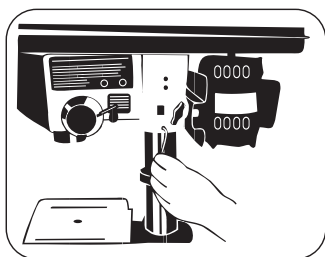

FIGURA 8.5
- Apriete los dos conjuntos de tornillos localizados al lado derecho del Conjunto Cabezal, usando la llave Hexagonal **G** (Figura 8.5).